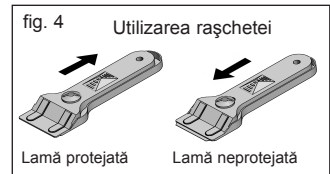

fig. 4
**!** După ce terminați de folosit rașcheta, repliați și blocați întotdeauna lama. (Vedeți fig. 4)